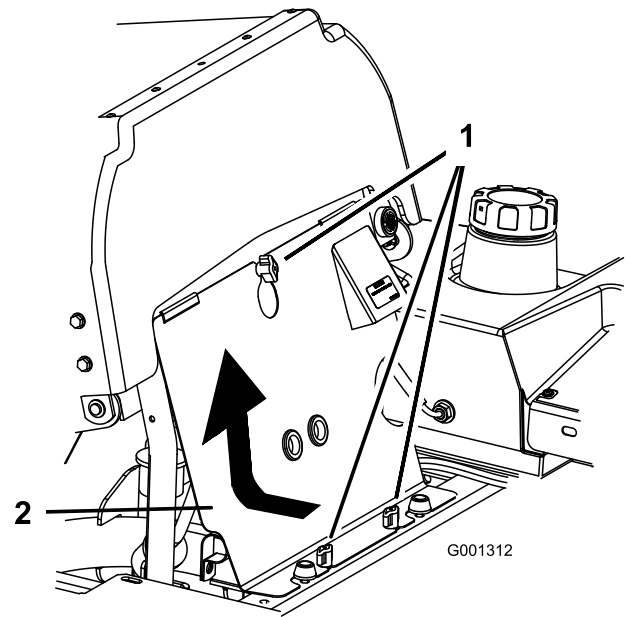

Figura 62
3. Afloje los cierres del panel delantero del motor y retire el panel (Figura 62).